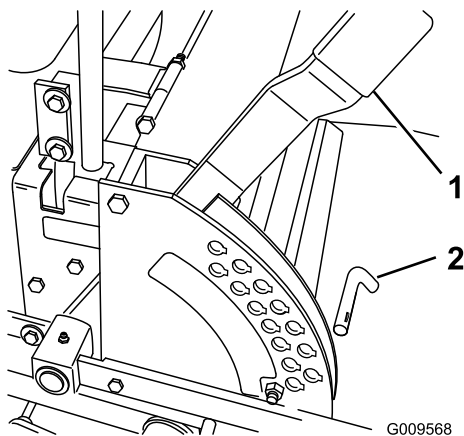

Figura 21
posición de altura de corte de 5 pulgadas (127 mm) (Figura 21).
2. Para ajustar la altura de corte, retire el pasador del soporte de altura de corte (Figura 21).
3. Seleccione el taladro del soporte de altura de corte que corresponde a la altura de corte deseada, e inserte el pasador (Figura 21).